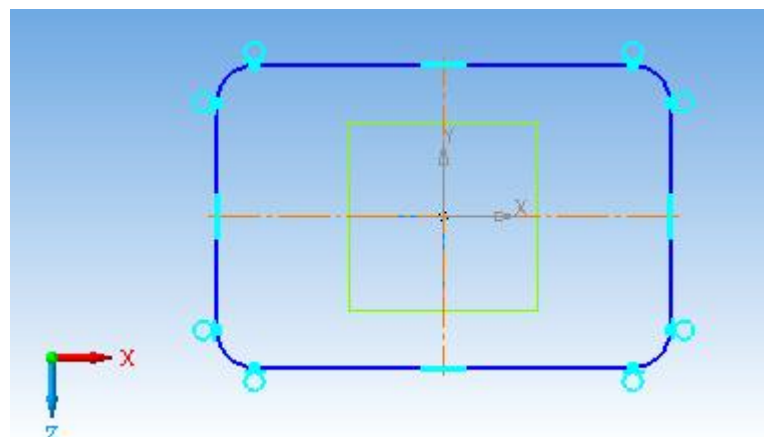

Рис. 8.2
4. Включити режим  Ескіз. В компактній панелі вибрати  Геометрія. На панелі  Геометрія зробити активною команду  Прямокутник. На Панелі властивостей задати параметри прямокутника - висота - 80, ширина - 120, з осями. Поєднати центр прямокутника з центром осей. Вибрати команду  Округлення, задати радіус - 10. Виконати округлення 4 сторін прямокутника (рис. 8.2). Закрити режим  Ескіз, клацнувши по ярлику лівої кнопкою миші.